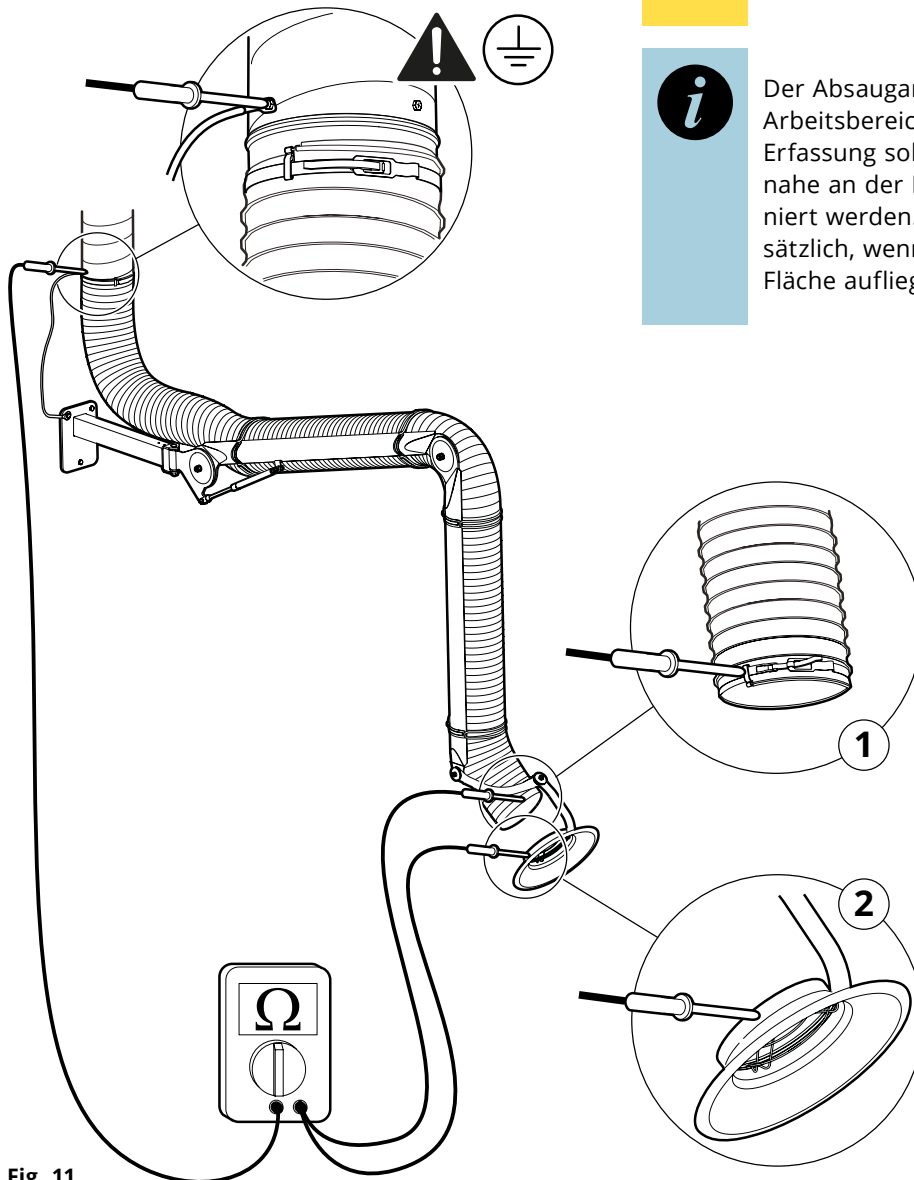

Fig. 11
3. Den Widerstand des Schlauchs mit einem kalibrierten Ohmmeter messen, siehe 1, **Fig. 11**. Der Widerstand zwischen den Messpunkten (Erdungsebene/Schlauchende) muss kleiner als 1 MΩ sein.
4. Den Widerstand des Absaugarmes mit einem kalibrierten Ohmmeter messen, siehe 2, **Fig. 11**. Der Widerstand zwischen den Messpunkten (Erdungsebene/Haube) muss kleiner als 1 MΩ sein.